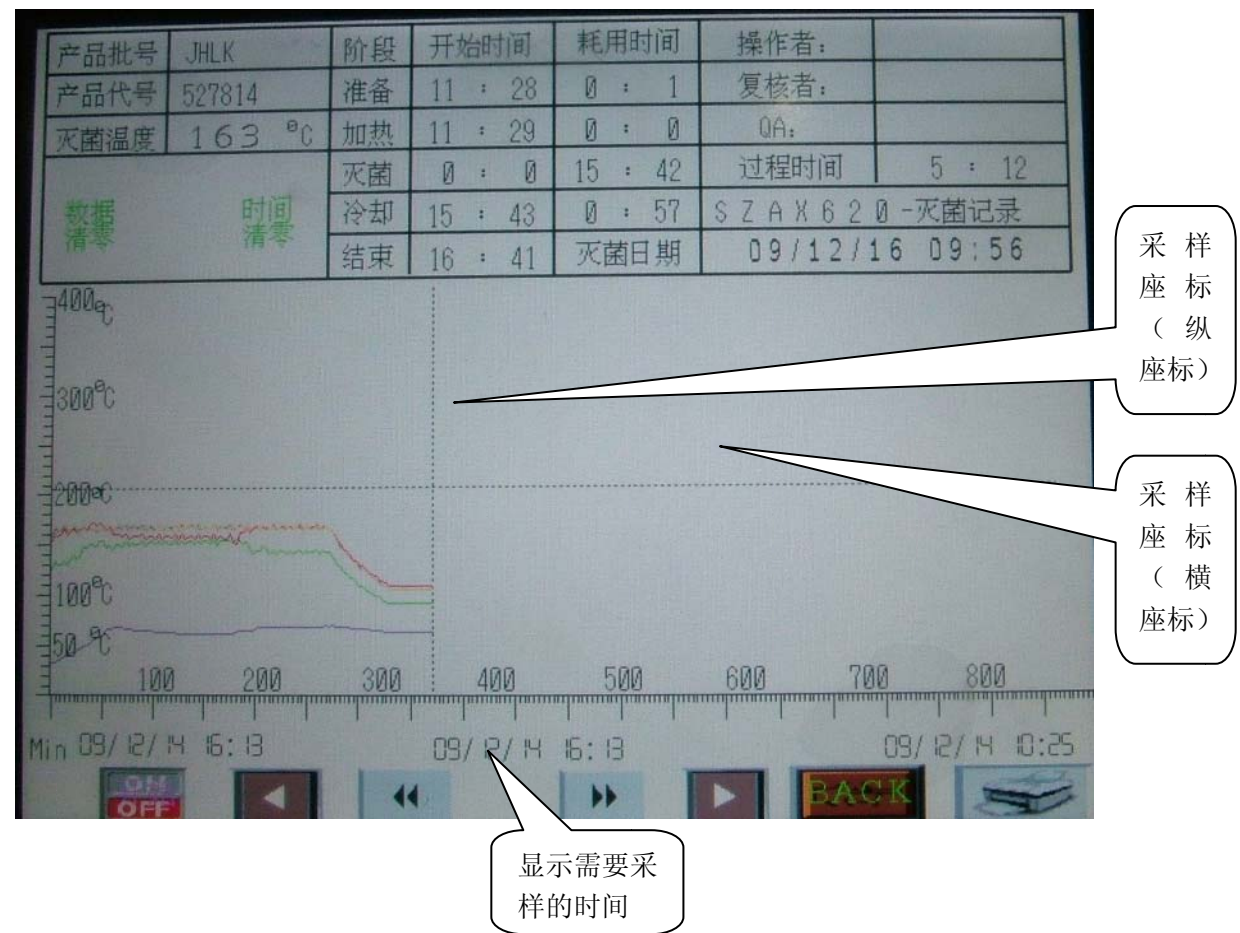

图 4-15 “温度曲线”画面（2）——采样画面
- * “”（开始/关闭）键：用于采样时的操作键。触摸该键后，其切换为 （开始/关闭）键，进入采样准备阶段；同时画面出现采样座标（见图 4-15），其中横座标显示温度；纵座标显示时间，并在座标轴下显示需要采样的时间。如要退出采样，则再次触摸该键，使其返回到“”（开始/关闭）键。